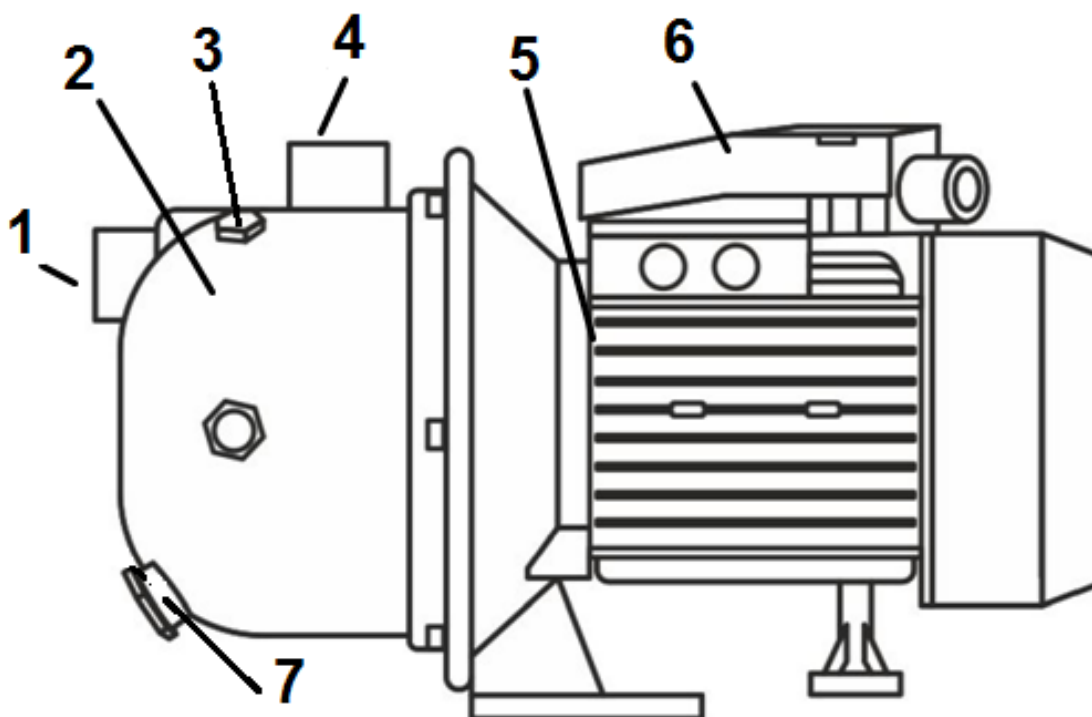

Рис.1 – Устройство садового насоса
- Присоедините всасывающую трубу с обратным клапаном ко входному отверстию (1) рис.1.
- Перед началом эксплуатации необходимо залить в насосную часть воду. Для этого открутите пробку (3) заливной горловины. Заливайте в систему воду, пока она не польется через край. Закрутите пробку.